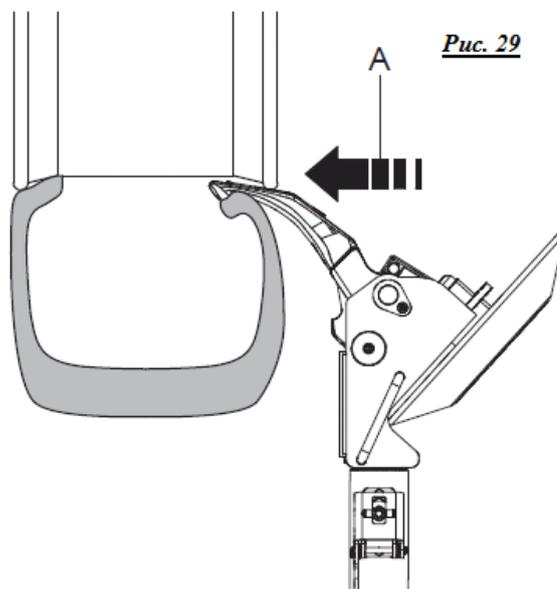

Рис. 29
- Расположите рычаг держателя инструмента на внешней стороне колеса и выдвиньте крючковый держатель, вставив его между ободом и бортом, пока он не прикрепится к борту (рис. 29, с. А).